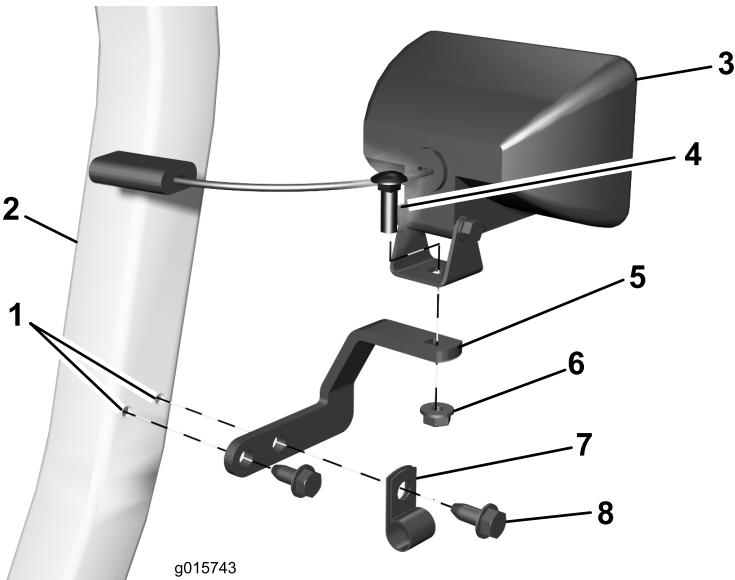

図 6
- 図6に示すように、ROPSにベントプレートを取り付ける。ワイヤハーネスを、R クランプに通し、次にベンチプレートを固定する; R クランプ1個とタッピング・フランジボルト2本を使用。
(図 6)。ランプを固定する；キャリッジボルト1本とフランジナット1個を(5/16 インチ)を使用する。